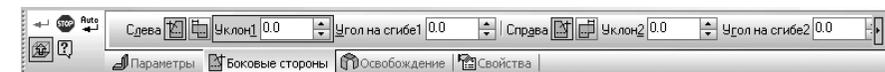

Рис. 7.25. Панель свойств: Сгибы с открытой вкладкой Боковые стороны
- На вкладке **Боковые стороны** можно настроить основные параметры сгиба соответственно для боковой стороны **Слева** и **Справа** (рис. 7.25).